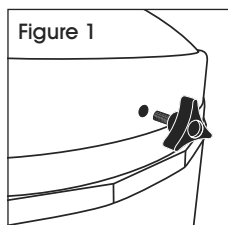

Figure 1
1. Unscrew and remove black knob on the unit. Then tilt the neck to clear the opposite tab from slot and remove the lid from the base. (See Figure 1 and 2)
1. Dévissez et retirez le bouton noir du récipient. Ensuite, inclinez le goulot pour dégager la languette du côté opposé à la fente et retirez le couvercle de la base. (Voir Figures 1 et 2)